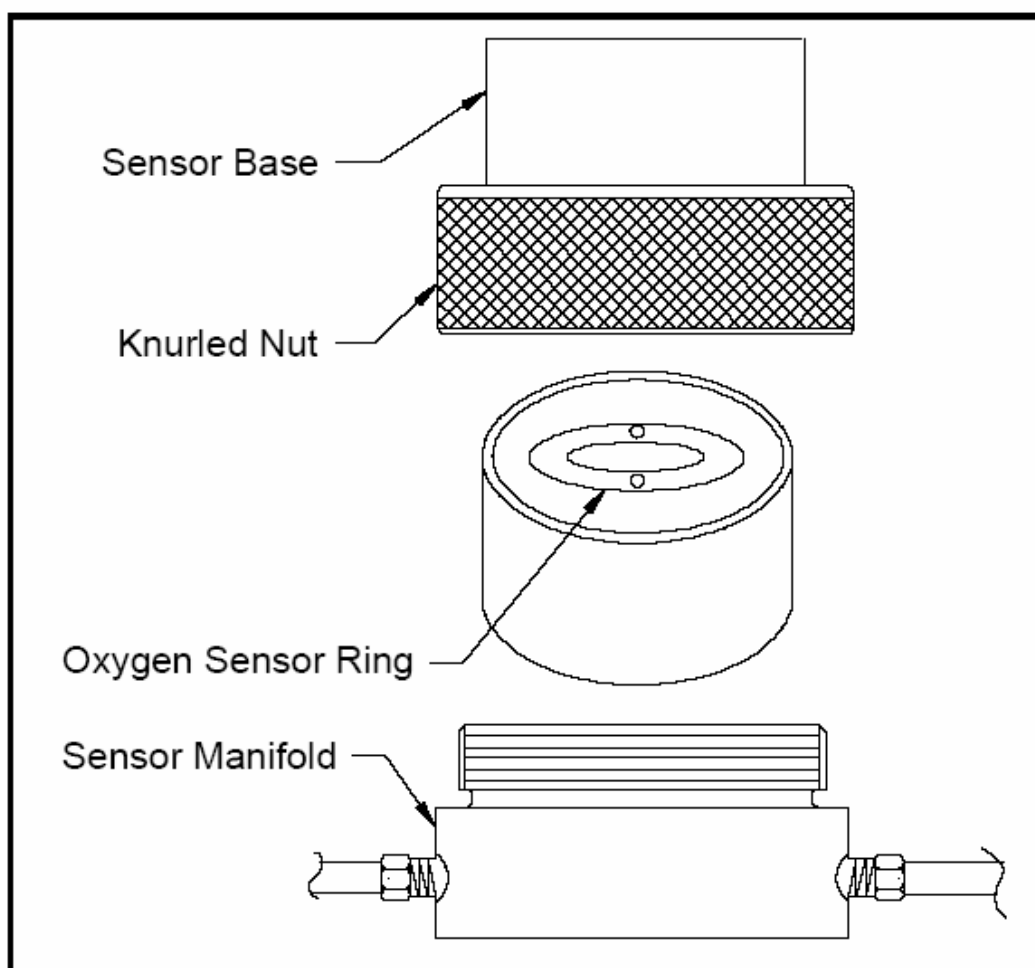

Figure 7: Oxygen Sensor Installation
2. 如同第五页中**进入主菜单**所描述的来进入（查阅在尾页正面插页中的图 7）。